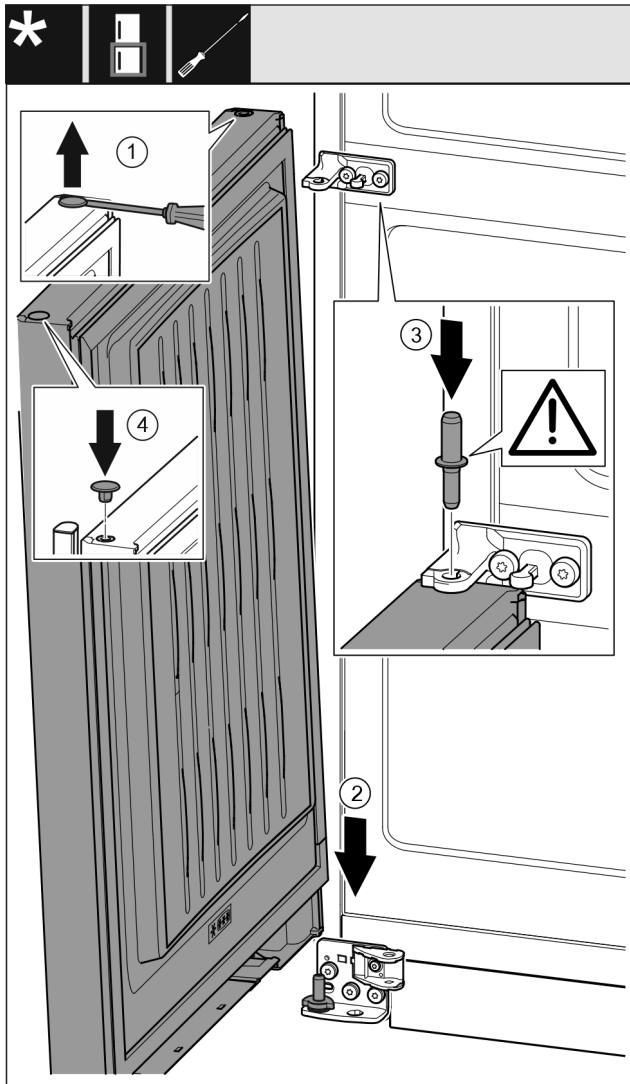

Fig. 35
- ▶ 将堵头 Fig. 35 (1)用带槽螺丝刀小心地提起并将其拉出。
- ▶ 将冰箱门 Fig. 35 (2)从上方将放在下面的轴承螺栓上。
- ▶ 将中间轴承螺栓 Fig. 35 (3)通过中间托架放置在冰箱下方门内。同时注意止动凸轮需指向后方。
- ▶ 将堵头 Fig. 35 (4)重新放入门的另一侧。